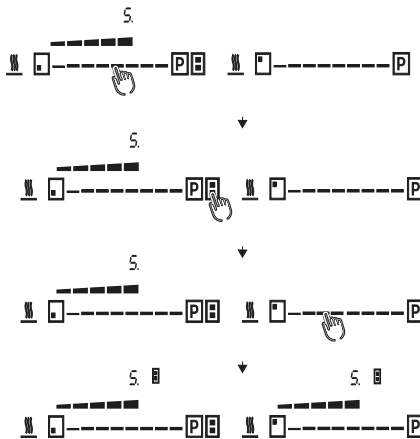

Fig. 53
For at aktivere brofunktion skal der trykkes på (P) (Fig. 53).